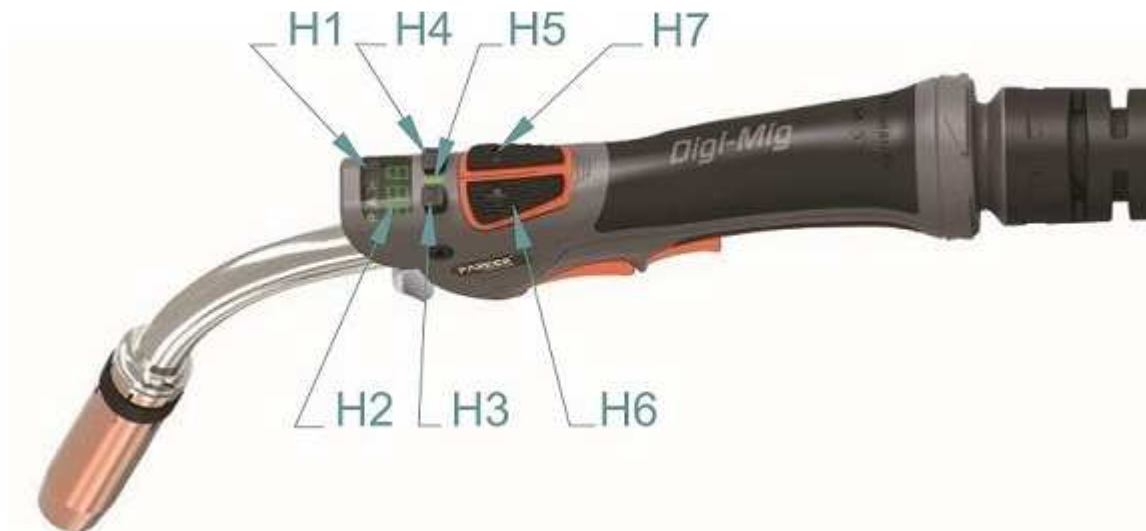

Abb. 8 Fernbedienung des Brenners
6. Die Wickelrollenbremse ist vom Hersteller eingestellt. Im Bedarfsfall kann sie mit der Schraube (Abb. 8, Pos. **D1**) so nachgestellt werden, dass beim Anhalten des Vorschubs die Wickelrolle rechtzeitig zum Stehen kommt. Somit wird ein übermäßiges Abwickeln des Drahtes verhindert. Eine übermäßig fest angezogene Bremse strengt allerdings unnötig den Vorschubmechanismus an und es kann zum Durchdrehen des Drahtes auf den Wickelrollen kommen.